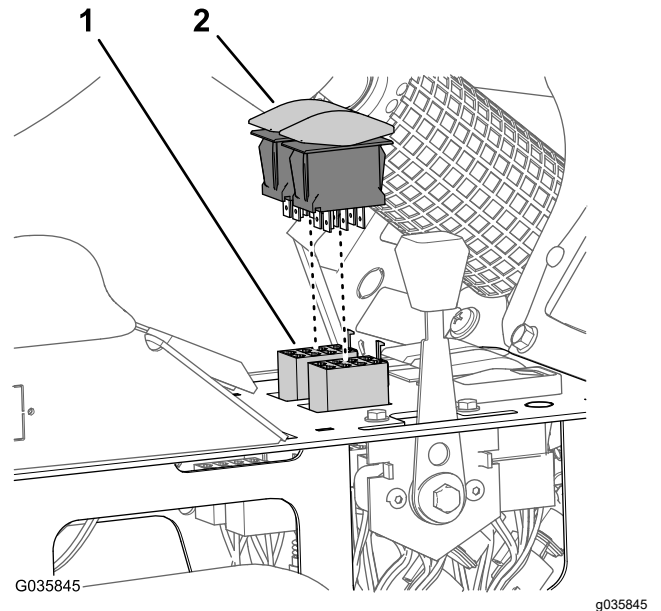

图 40
3. 从左、右喷洒臂升降控制电路的喷洒臂升降开关上断机器线束的 8 插槽接头图 40。
4. 将摇臂开关接入超声波喷洒臂修整套件线束的 8 插槽接头图 40。
5. 将喷洒臂升降开关插入中央控制台面板的开口直至开关牢固卡入面板图 40。